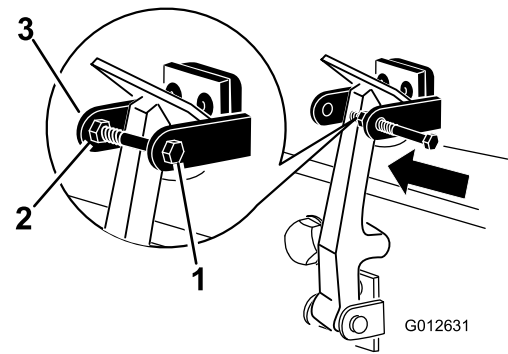

图 8
7. 将螺栓拧入机罩门锁支架的另一个臂直至将门锁锁定到位 (图 8)。牢固拧紧螺栓但不要拧紧螺母。